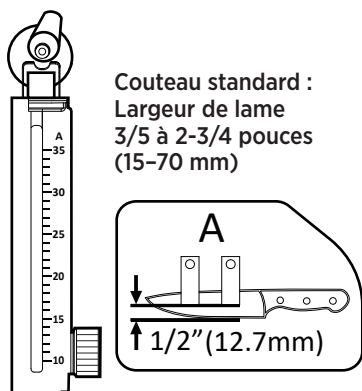

Fig. 6
1. Couteau standard : Pour les lames d'une largeur de 3/5 à 2-3/4 pouces (15-70 mm), utilisez la position de montage A, comme indiqué sur l'étiquette de la base. La plage d'angles d'affûtage est de 10° à 35° (Voir Fig. 6).